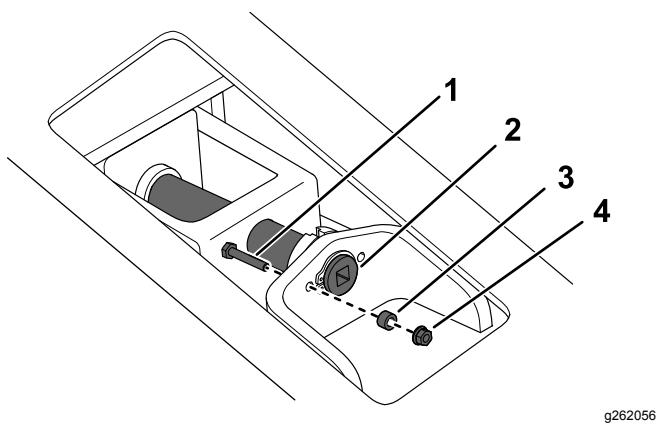
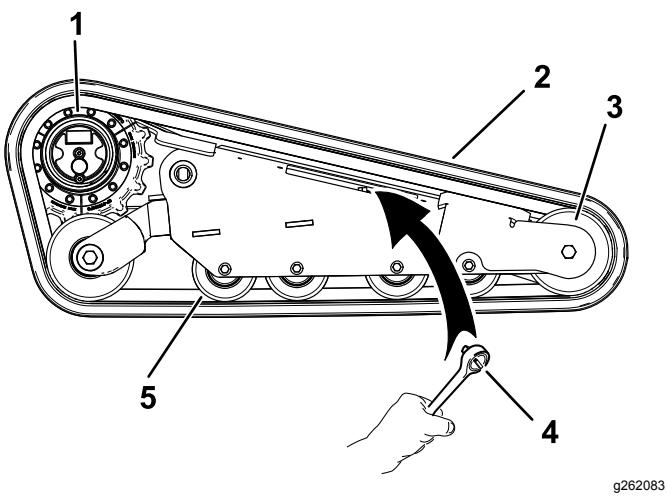

Figura 69
Figura 71
- Retire el perno de bloqueo, el espaciador y la tuerca (Figura 69).
- Alinee la muesca más próxima del tornillo tensor con el taladro del perno de bloqueo, y fije el tornillo con el perno de bloqueo y la tuerca (Figura 69).
- Usando una llave de carraca de $\frac{1}{2}$ ", alivie la tensión en la oruga girando el tornillo tensor en sentido horario (Figura 69 y Figura 71).
1. Pase la oruga nueva alrededor de la rueda delantera (Figura 71).
2. Empuje la oruga por debajo de y entre las ruedas de rodaje y colóquela alrededor del bastidor (Figura 71).